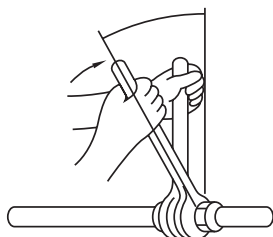

Fig. 5-8
- Nałożyć cienką warstwę oleju chłodniczego na powierzchnię stykową rurę (Fig. 5-8).